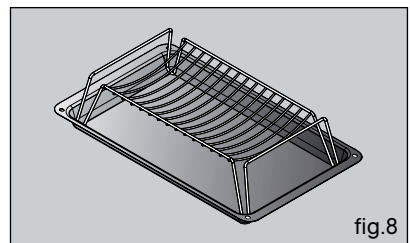

fig.8
• **Casserolier réservée à la cuisson basse température (fig.8)**